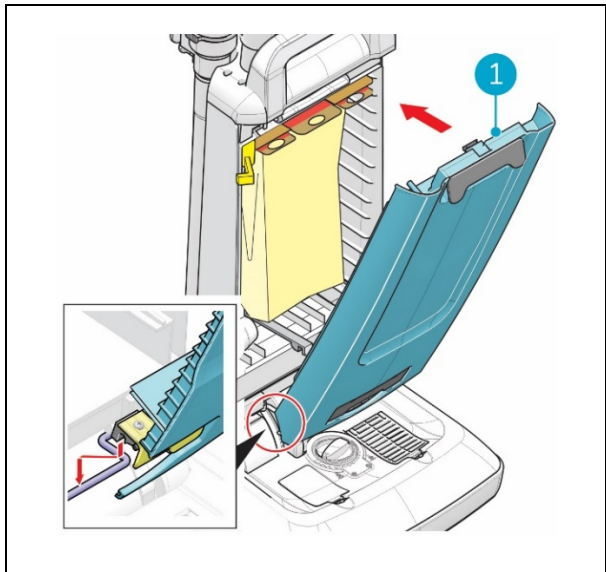

Abbildung 14
9. Setzen Sie die vordere Abdeckung (Abbildung 14, Pos. 1) wieder auf und schließen Sie sie. Sie muss hörbar einrasten.